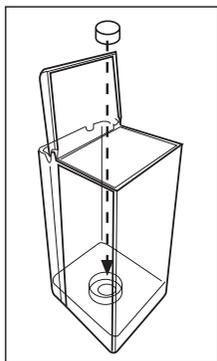

Fig. 19
- Inserire l'adattatore nel serbatoio spingendo fino al fondo (Fig.19)